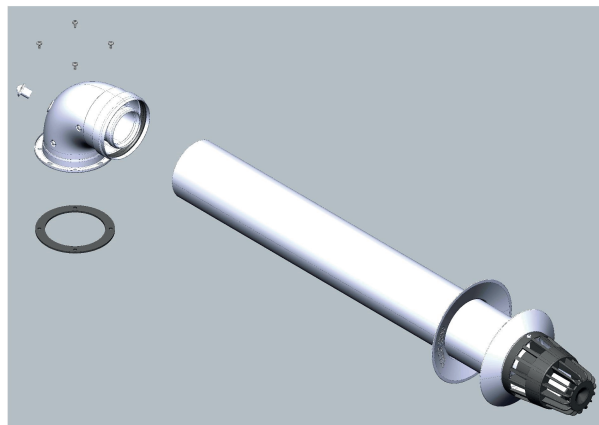

Рисунок 7 - Горизонтальный комплект дымохода
- Аксессуары для комплекта горизонтального дымохода (рисунок 7):